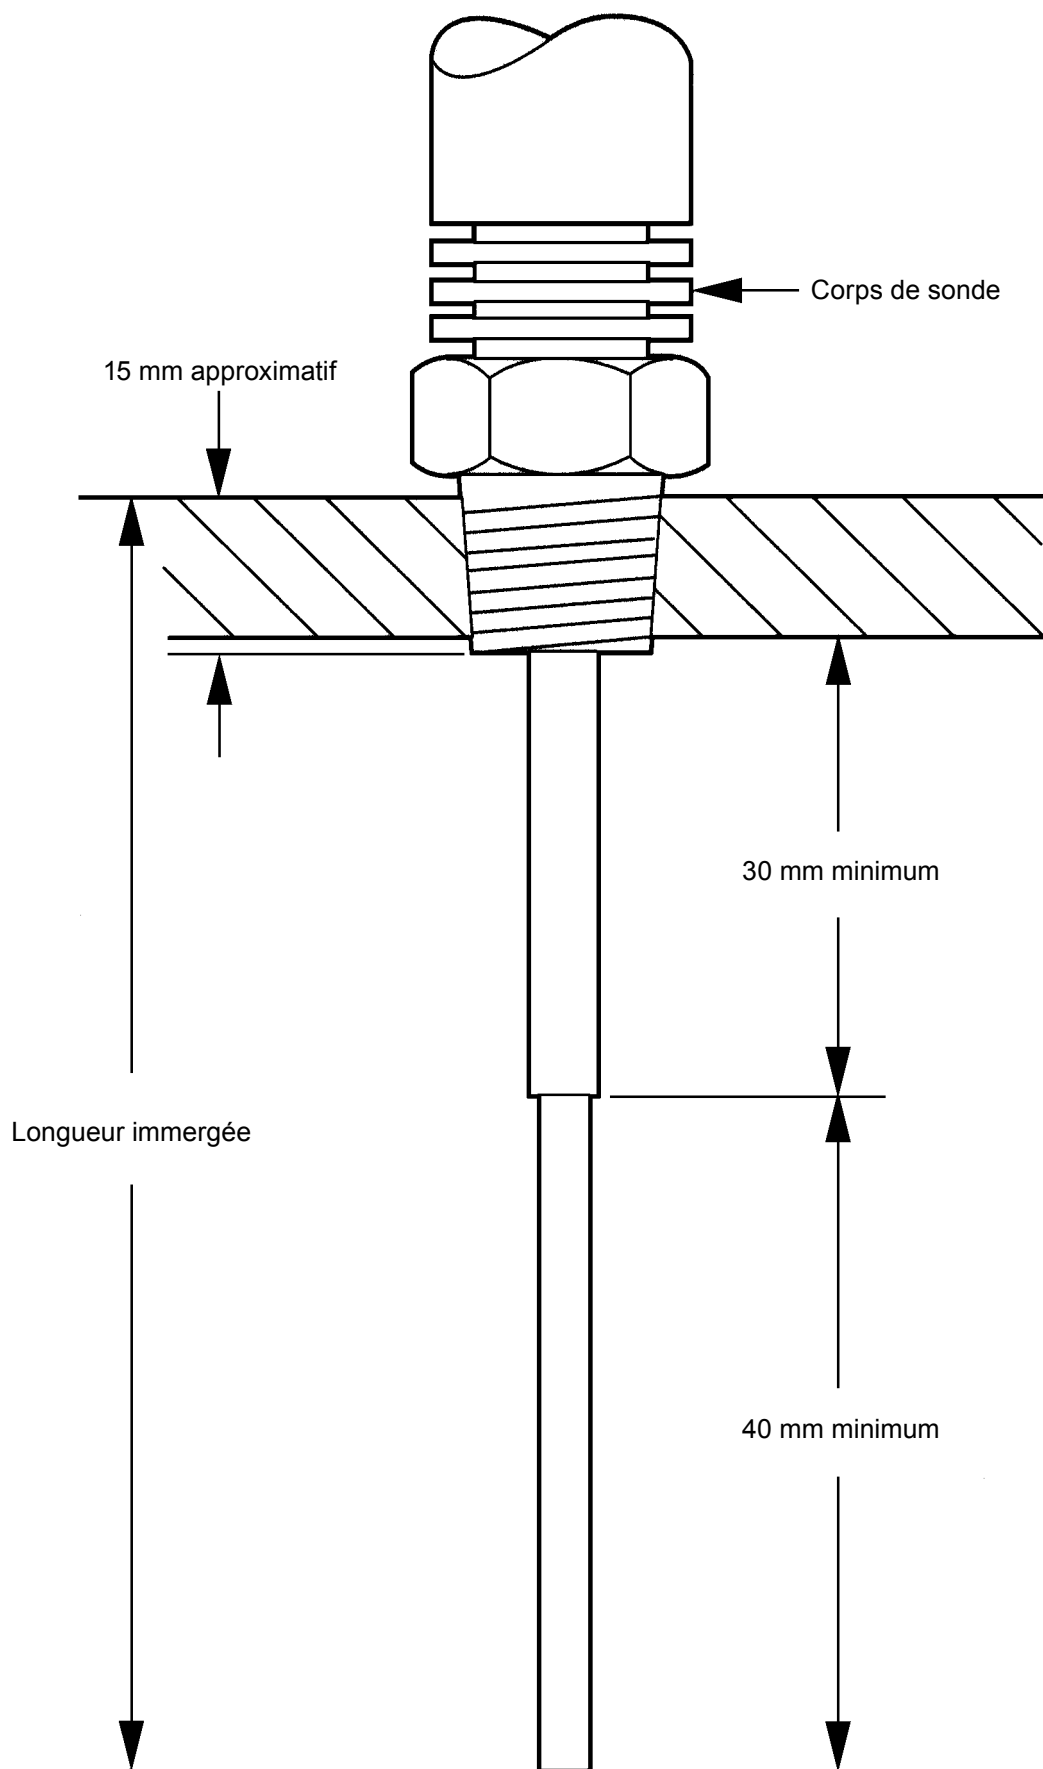

Fig. 3 Installation
- Mesurer la dimension sous le corps de sonde, couper la tige au niveau du liquide moins 15 mm avec une fine scie à métaux et débourrer l'extrémité. Voir Fig. 3. Ainsi le filetage est pris en compte.